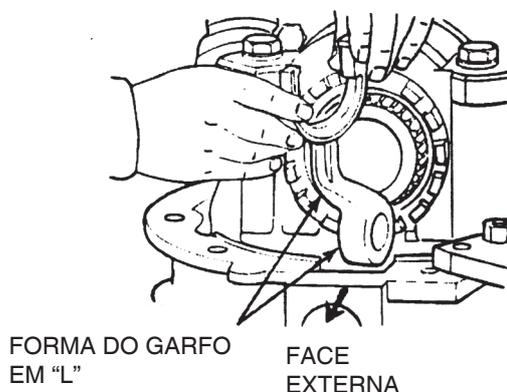

Figura 124
1. Instale o garfo do anel de travamento no eixo de acionamento no conjunto do diferencial. A seção em forma de "L" do garfo e o furo para o eixo de acionamento deverão estar voltados para o lado do alojamento do cilindro na caixa do diferencial. Figura 124